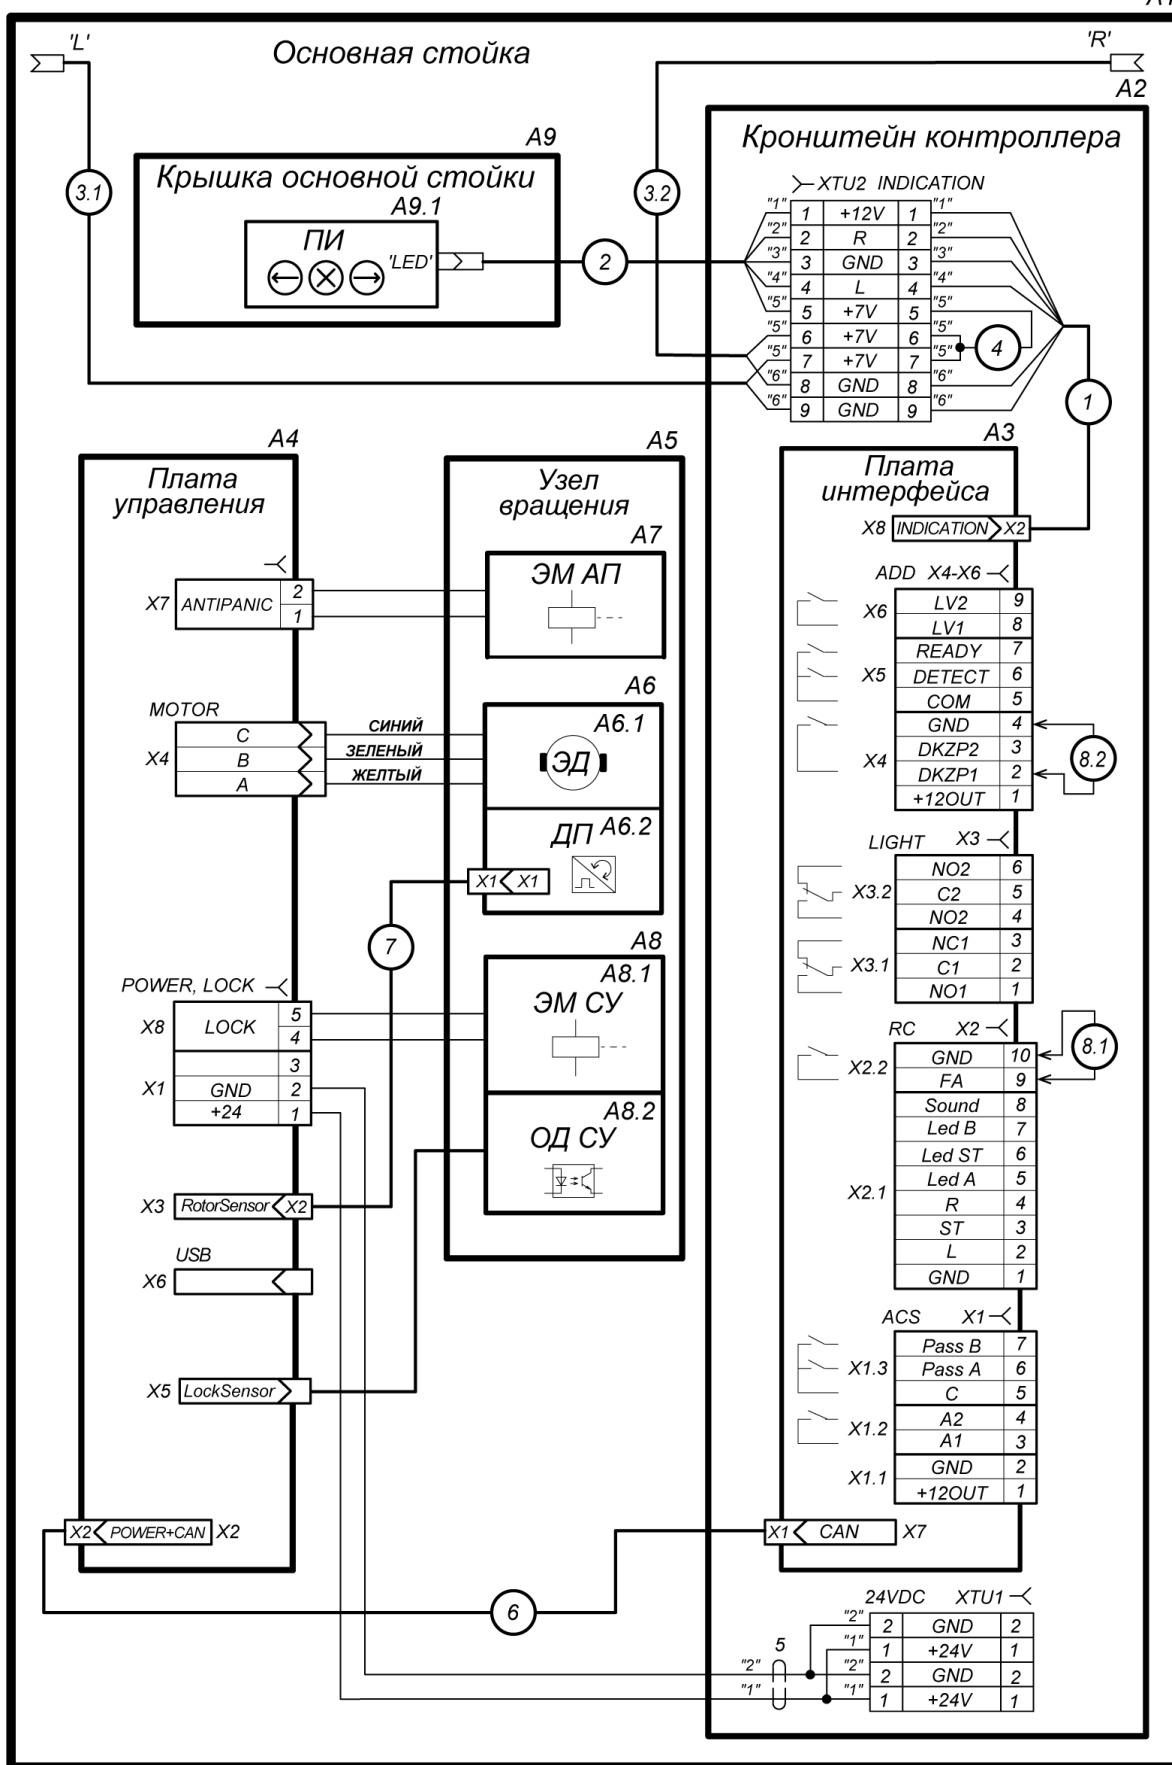

Рисунок 15. Схема внутренних соединений основной стойки
2. Подготовьте в полу отверстия под гильзы анкеров для крепления стойки турникета согласно рис. 15.